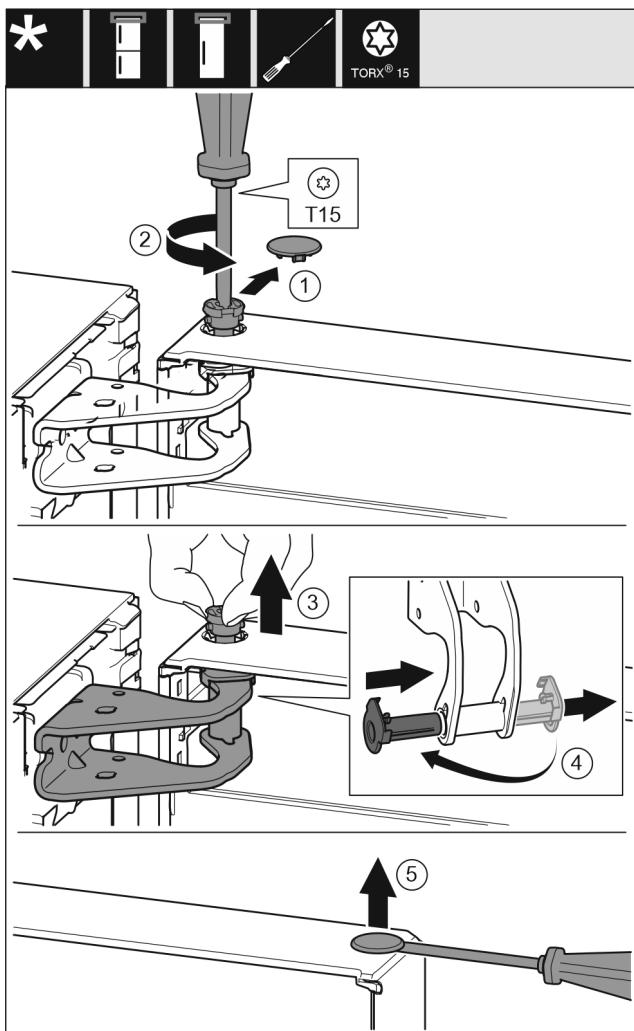

Fig. 12
- Свалете внимателно предпазния капак. Fig. 12 (1)
- С отвертка T15 отвийте малко болта. Fig. 12 (2)
- Задръжте здраво вратата и извадете болта с пръсти. Fig. 12 (3)
- Извадете лагерната втулка от водача. Поставете от другата страна и фиксирайте. Fig. 12 (4)
- С плоска отвертка внимателно повдигнете тапата от лагерната втулка на вратата и я извадете. Fig. 12 (5)